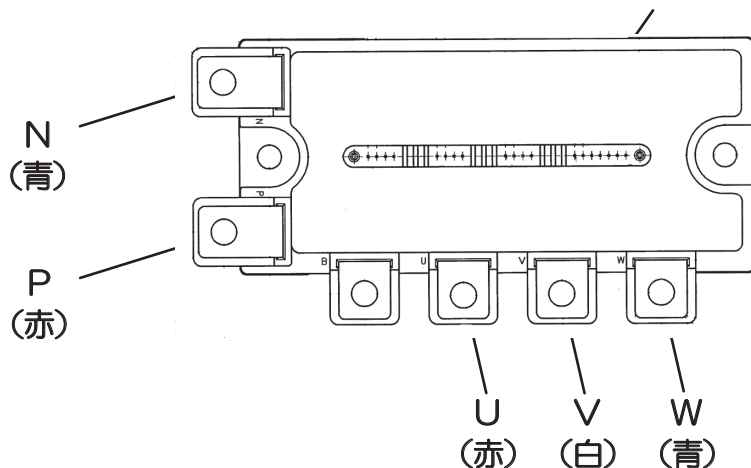

図1 部品配置図
- 3) パワートランジスタのU、V、W、P、Nの配線を外してください。（図1 部品配置図参照）